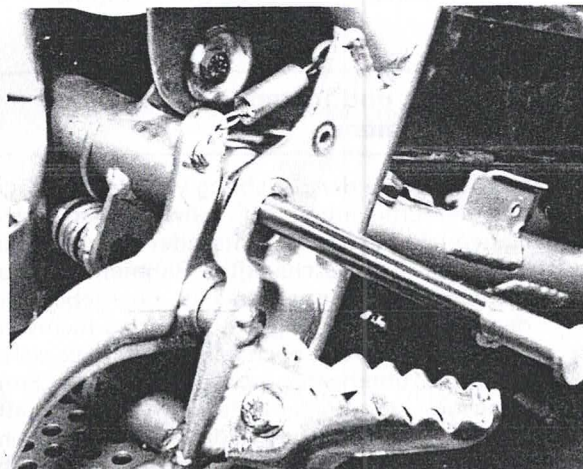
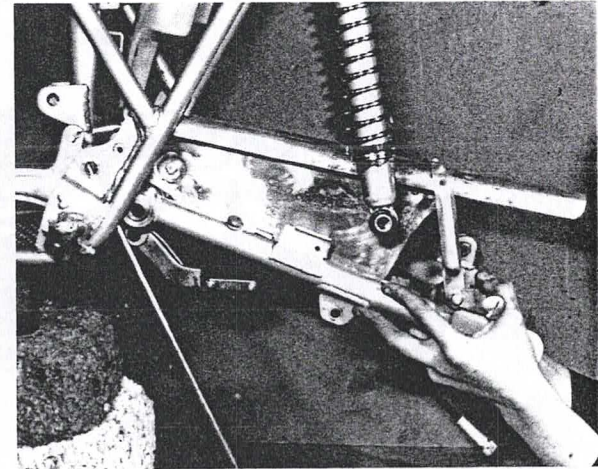

Bild 157
Bild 158
- Die Mutter am linken Ende der Schwingenachse abschrauben, die Unterlagscheibe abnehmen und die Achse von der rechten Seite her herausziehen (Bild 157). Nun kann die Schwinge nach hinten ausgebaut werden (Bild 158).